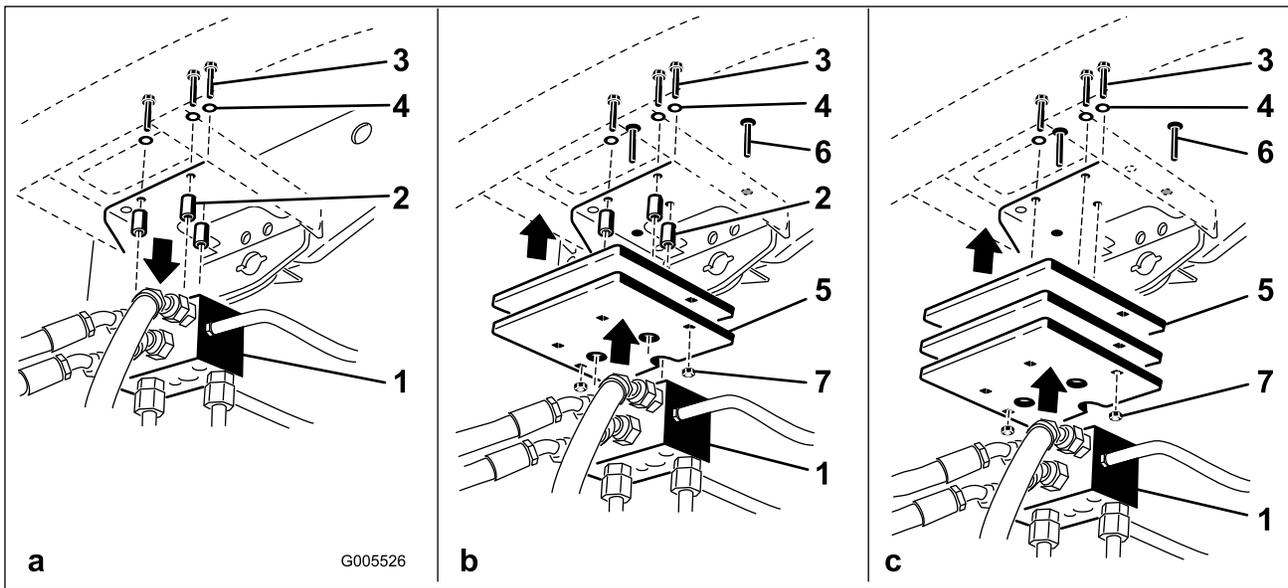

Рисунок 16
Установите необходимое количество грузов (см. таблицу грузов) в верхней или нижней части заднего бампера, как показано на Рисунок 16.
- Отверните три болта и снимите шайбы с проставками, которые крепят коллектор тяги к нижней части заднего бампера (Рисунок 16а).
- Установите груз(ы) и коллектор тяги на бампер с помощью ранее снятых трех болтов, шайб и проставок (Рисунок 16б).
Примечание: Не используйте проставки при установке более двух грузов **под** бампером (Рисунок 16в).
- Прикрепите наружные края груза(ов) к бамперу с помощью двух каретных болтов и гаек (Рисунок 16в).